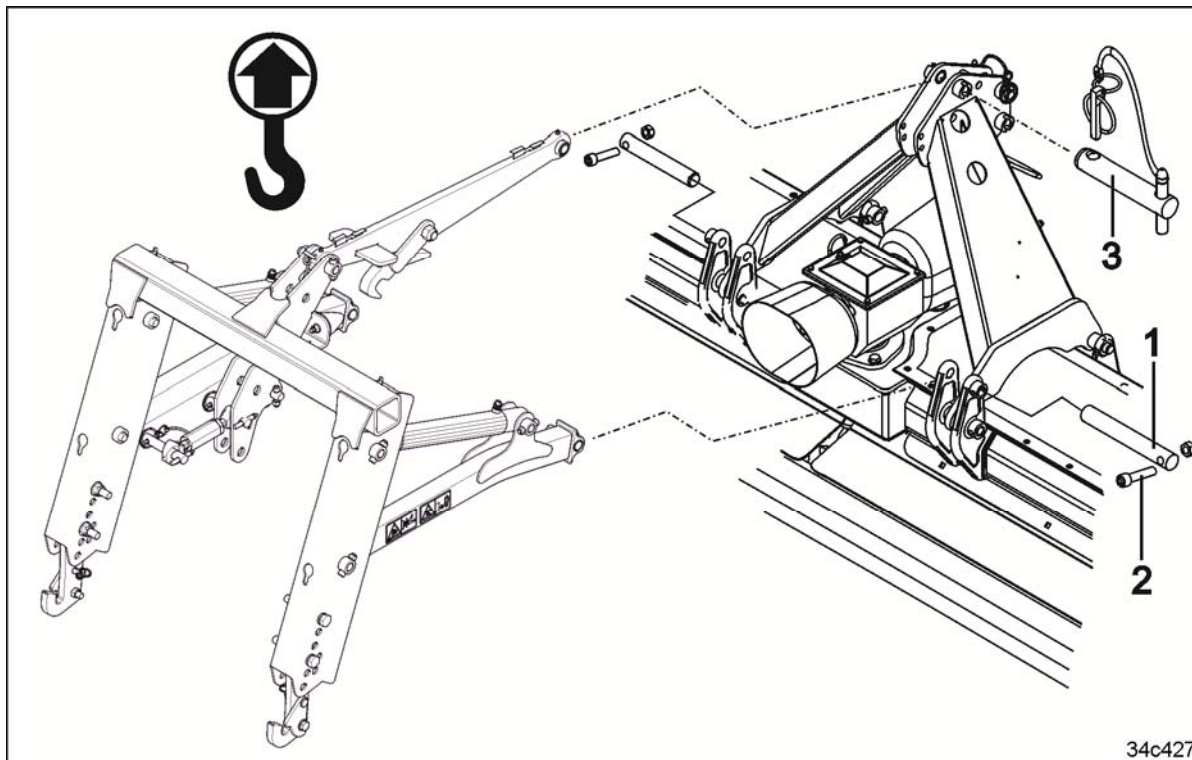

図 87
5. リフトフレームを下側の支持点に差し込みます。ピン（図 87/1）をねじ（図 87/2）とナットで固定します。
6. アッパーアームにピン（図 87/3）を差し込み、リンチピンで固定してください。